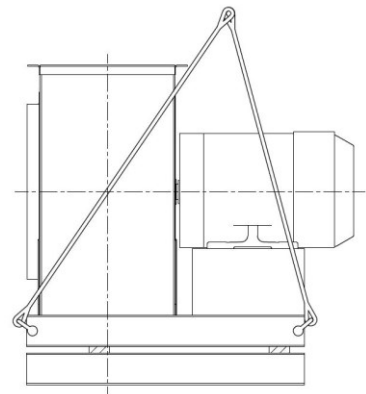

図 2 ファン吊り上げ (例)
(1) 吊り上げ
- ① 吊り上げられたファンの下に入らないでください。ファンの下敷きになるおそれがあります。
- ② ハブや電動機の吊り金具などで機器全体を吊り上げないでください。
- ③ ファンの吊り上げは、共通ベッドに設けられた所定の吊り穴を利用してください。
- ④ ファンや羽根車を吊り上げるときは、ロープやワイヤーの当たる部分に毛布などを手当てして、変形しないようにしてください。(図2)
- ⑤ ロープやワイヤなどは、吊り角度が90°以下となるようにできるだけ長めのものを使用し、吊上げ荷重によるファンの変形を防いでください。